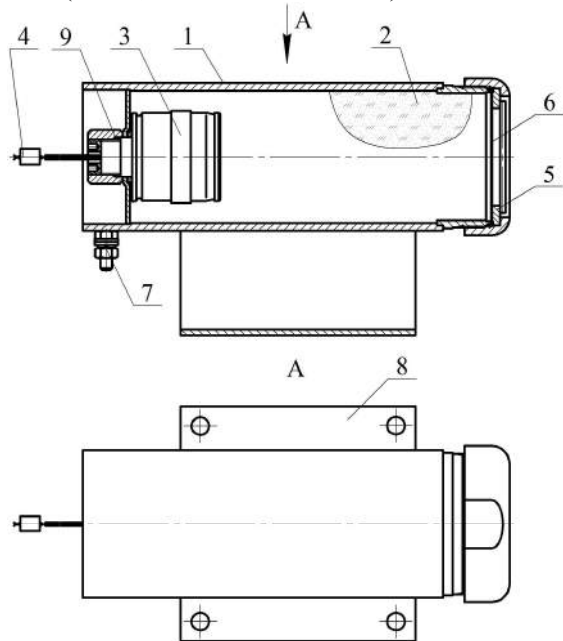

Рисунок 1
А.4.4.2 Закрепить кронштейн **8** (см. рисунок 1) на несущей поверхности (стена, потолок, пол). Координаты отверстий для крепления МПП показаны на рисунке 2.
4.1.1 МПП (см. рисунок 1) состоит из корпуса 1, в котором размещаются огнетушащий порошок (ОП) 2 и источник холодного газа (ИХГ) 3 с элементом электропусковым 4. В передней части корпуса находится насадок-распылитель 5, выходное отверстие которого перекрыто мембраной 6. Модуль имеет заземляющий зажим 7.
- ИХГ-0,65(М)-01 СИАВ 066614.025.000 ТУ для МПП нормального исполнения, ИХГ-0,65(М)-02 СИАВ 066614.025.000 ТУ для МПП специального исполнения или ИХГ-0,65(М)-06 СИАВ 066614.025.000 ТУ для МПП в широком температурном диапазоне эксплуатации (поз. 3 рисунок 1) – 1 шт.;
- резиновое кольцо 020-026-36 ГОСТ 9833-73 (поз. 9 рисунок 1) – 1 шт.;
- огнетушащий порошок ИСТО-1 ТУ 2149-001-54572789-00 (поз. 2 рисунок 1) - 0,5 кг;
- мембрана черт. СИАВ 634233.007.005 (поз. 6 рисунок 1) - 1 шт.